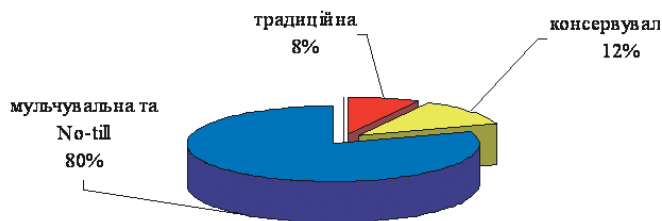

Рис. 4. Співвідношення схем обробітку ґрунту в залежності від його стану (за даними Укр НДІПВТ ім. Л. Погорілого)
1) - за станом ґрунту і його придатності до системи обробітку (рис. 4)